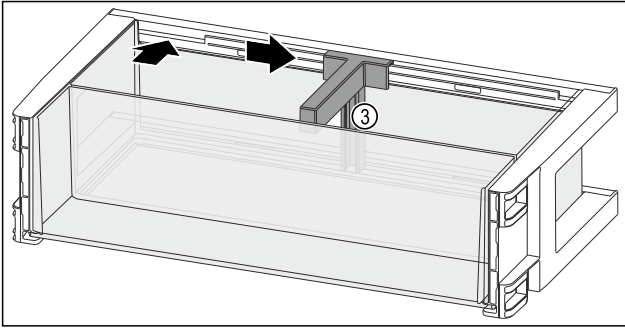

Fig. 118
- Şişe yerlerini Fig. 118 (3) çıkıntıya yerleştirin.
- Şişe yerlerini Fig. 118 (3) istediğiniz konumda yana itin.